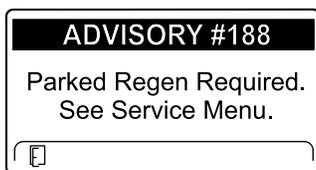

Рисунок 47
- Требуется стационарная регенерация ИНФОРМАЦИОННОЕ СООБЩЕНИЕ № 188 (Рисунок 47)